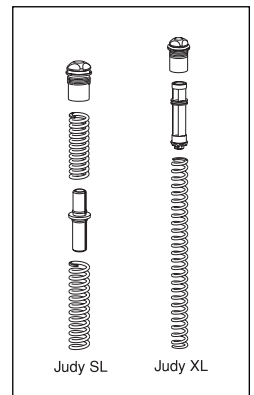

Fig. 3
2. Retirez la pile de ressorts (Judy SL : capuchon supérieur, ressort hélicoïdal principal, cale d'écartement, ressort hélicoïdal secondaire ; Judy XL: capuchon supérieur, ressort hélicoïdal, cale d'écartement). Voir Fig. 3.